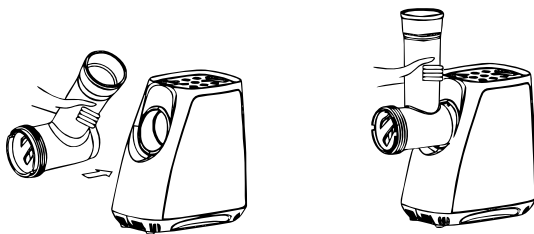

Рис. 1
7.1.1 Удерживая кнопку фиксатора горловины, плотно вставьте горловину в гнездо для её установки, затем поверните горловину, как указано на рис. 1, до фиксации. Отпустите кнопку фиксатора, убедитесь в надежной фиксации горловины.